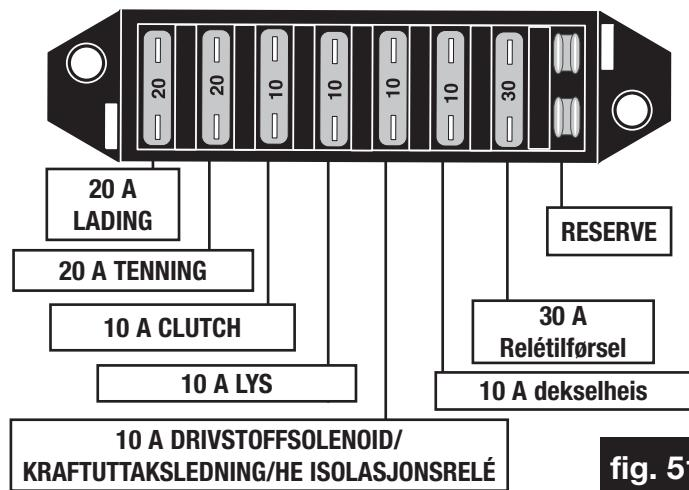

fig. 51b
- ✓ Kontroller at sikring nr. 6 ikke har røket. (Rød, 10 A sikring) (fig. 51b eller 51c)
- ✓ Kontroller at sikring nr. 5 ikke har røket. (Rød 10 A sikring) (fig. 51b eller 51c)